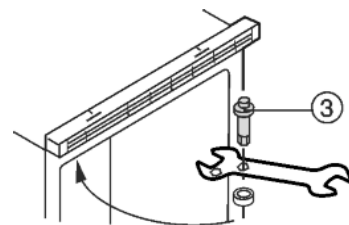

Fig. 3
- ▶ Выкрутите верхний шарнирный палец Fig. 3 (3) и вкрутите на противоположной стороне (с **моментом 4 Нм**).
► Навесьте дверь на верхний шарнирный палец Fig. 3 (3) и закройте.